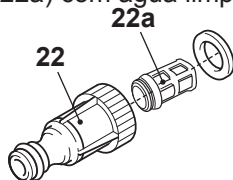

Fig. 24
1. Desparafuse e remova o adaptador da mangueira de entrada de água (22) da entrada de água (6).
2. Desmonte o adaptador da mangueira de entrada de água (22) (Fig. 24).